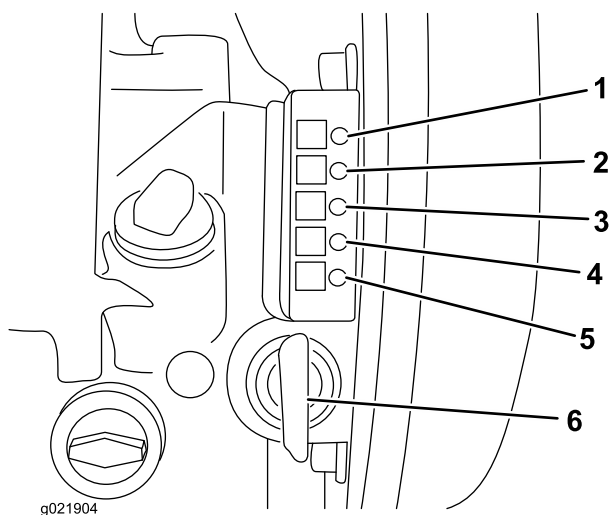

Figura 19
2. Gire el interruptor de encendido a la posición de Marcha (Figura 19); consulte Interruptor de arranque eléctrico (página 12).